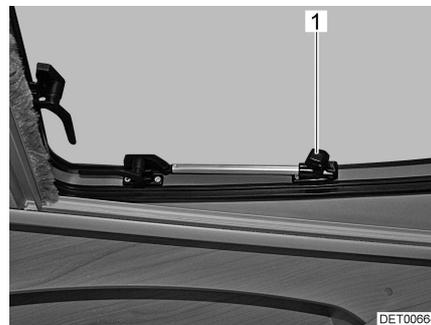

Fig. 28 Toit ouvrant avec bras pivotants, ouvert
- Ouvrir le toit ouvrant jusqu'à la position voulue et le bloquer avec la molette (Fig. 28,1).
- Tourner la molette (Fig. 28,1) jusqu'à ce que le dispositif de blocage soit libéré.